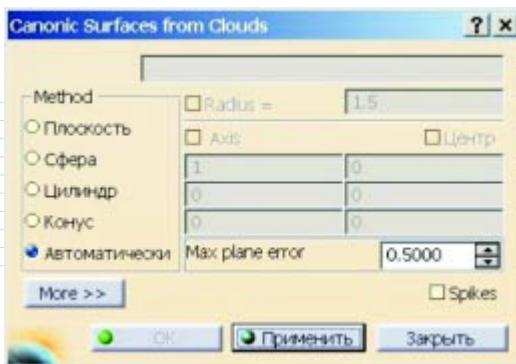

Рис. 91. Панель команды
**Basic Surface Recognition** (*рис. 91*) применяется в тех случаях, когда точно известен характер сканированной поверхности, и эта поверхность является канонической (плоскость, сфера, цилиндр, конус). Результатом построения будут поверхности соответствующего типа.